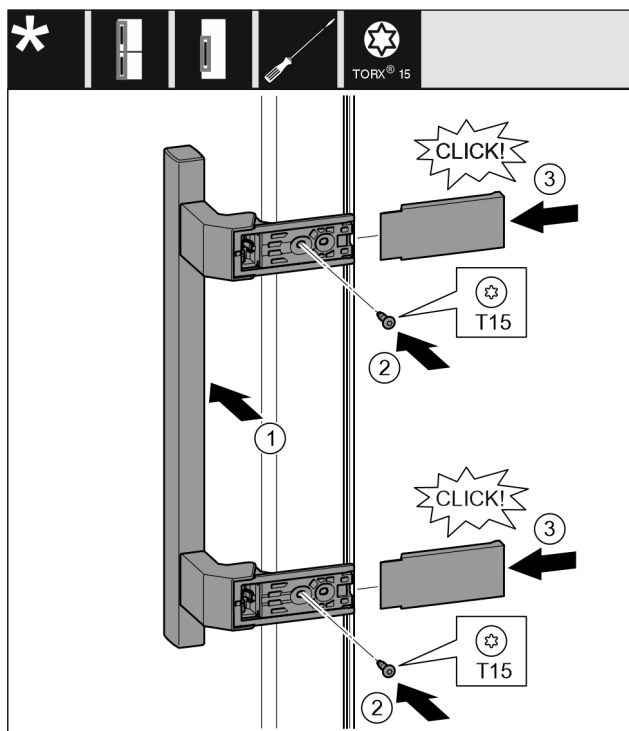

Fig. 11
- Sätt handtag på plats på motsatta sidan. Fig. 11 (1)
- Skruva fast skruvar med skruvmejsel T15. Fig. 11 (2)
- Sätt skydden på plats på sidan och skjut på dem. Fig. 11 (3)